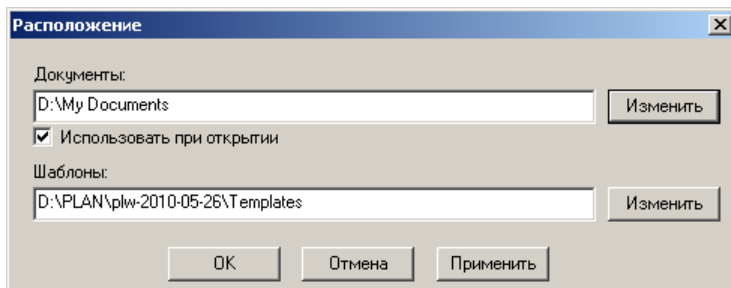

Рис. 5.2 Диалоговое окно «Расположение».
2. Будет открыто диалоговое окно «**Расположение**» (Рис. 5.2).